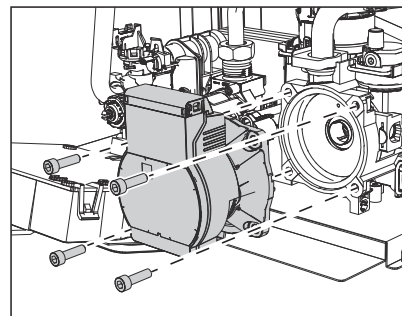

рис. 32
- Отвинтите и снимите блок двигателя циркуляционного насоса (рис. 32).